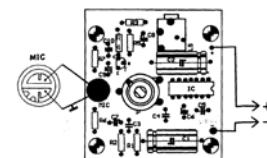

Рис.3
- соедините провода питания устройства в соответствии со схемой, показанной на рис. 3